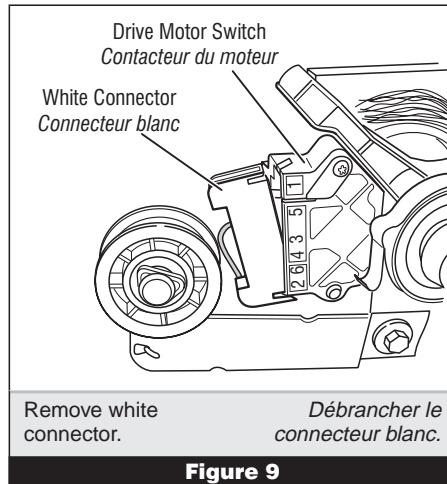

Figure 9
5. Remove the white connector from the drive motor switch. See figure 9.
5. Débrancher le connecteur blanc du contacteur du moteur. Voir figure 9.